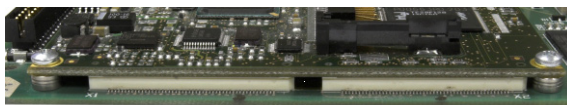

Figure 4-60 : Connecteurs de la carte ETX bien logés
5. Installez les vis pour fixer la carte à la carte principale. Deux de ces vis sont également fixées au guide inférieur de la carte. Cette barre est asymétrique et doit être installée dans le sens indiqué sur la Figure 4-60. L’extrémité la plus longue est orientée vers la pile de la carte principale.